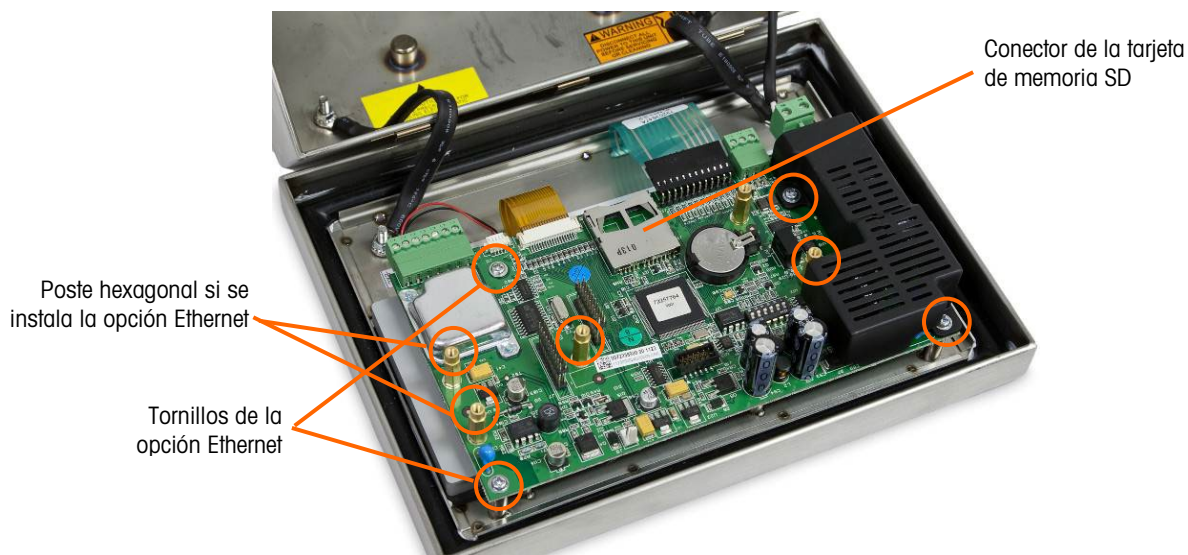

Figura 5-14: Tornillos de montaje para la tarjeta principal, versión analógica
4. Afloje y retire los cuatro tornillos que sujetan la tarjeta principal a la caja. Sus ubicaciones se muestran en círculos en la Figura 5-14. En caso de que la opción Ethernet esté instalada, un tornillo se remplazará con un poste saliente hexagonal. Use una llave para tuercas de 6 mm o un destornillador plano para retirar el poste saliente hexagonal de la ubicación indicada.
6. Si hay una tarjeta de memoria SD instalada, presione para aflojar la tarjeta del conector y luego retire la tarjeta y retenga la tarjeta que va a instalarse en la tarjeta principal de remplazo. Consulte la Figura 5-9 o la Figura 5-14 para ver la ubicación de la ranura de la tarjeta de memoria SD.
2. Coloque la tarjeta principal sobre los cuatro orificios para tornillos en la caja del terminal identificada en la Figura 5-14.
3. Instale los cuatro tornillos. Observe que si se va a usar la opción Ethernet, uno de los tornillos se reemplaza con un poste saliente hexagonal. Consulte la Figura 5-14 para ver la ubicación del poste saliente hexagonal.